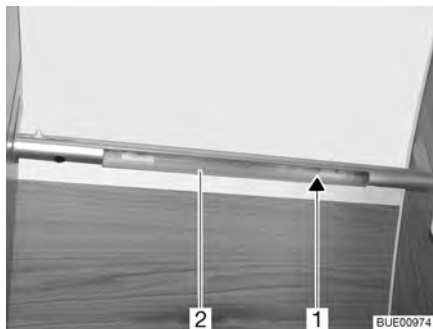

Fig. 212 Illuminazione del vano WC
- Comprimere leggermente con entrambe le mani la copertura (Fig. 212,2) e tirarla verso il basso. Iniziare ad estrarre tirando a destra o a sinistra.
- Rimuovere la lampada alogena ad incandescenza (Fig. 212,1).